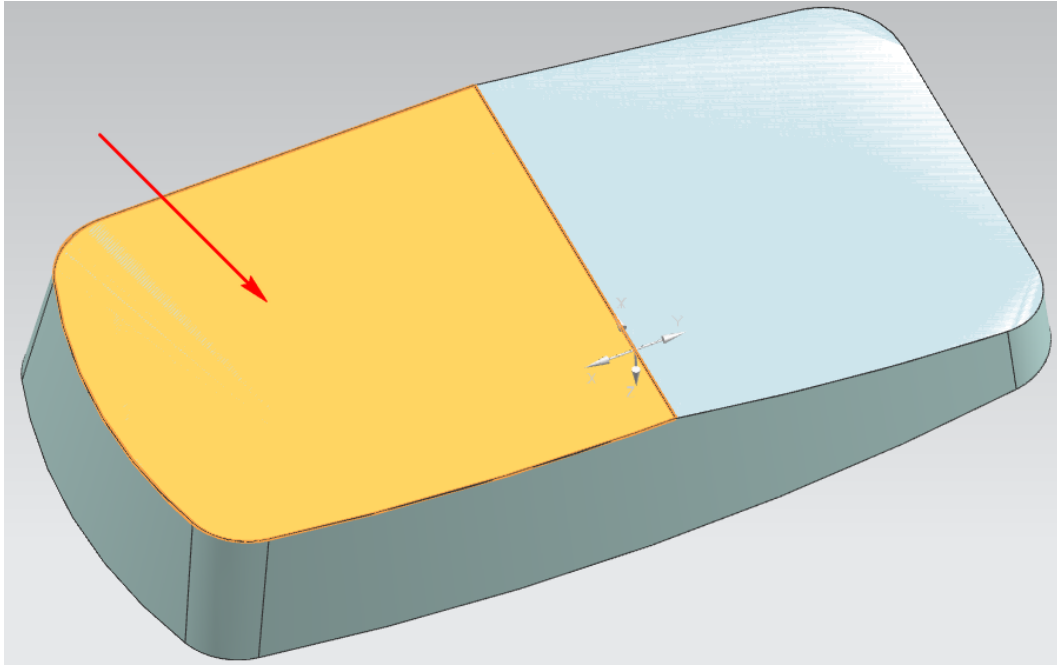

Рис. 2.24. Выбор грани в качестве области резания
- укажите область резания для снятия припуска (см. рис. 2.24);